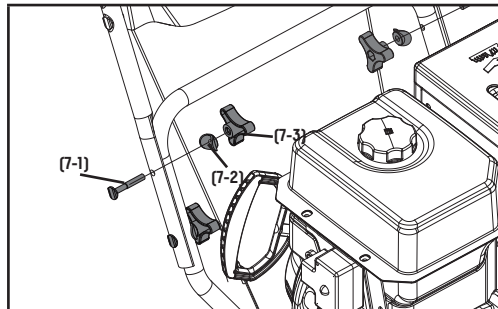

Figure 7
Voir la figure 7 pour une orientation correcte du trou de montage du support de la goulotte d'éjection. Rattachez les roues.
2. Insérez les 2 derniers boulons (7-1), les 2 rondelles (7-2) et les 2 boutons de verrouillage (7-3) sur le dessus (Figure 7). Serrez les quatre (4) boutons de verrouillage à la main.